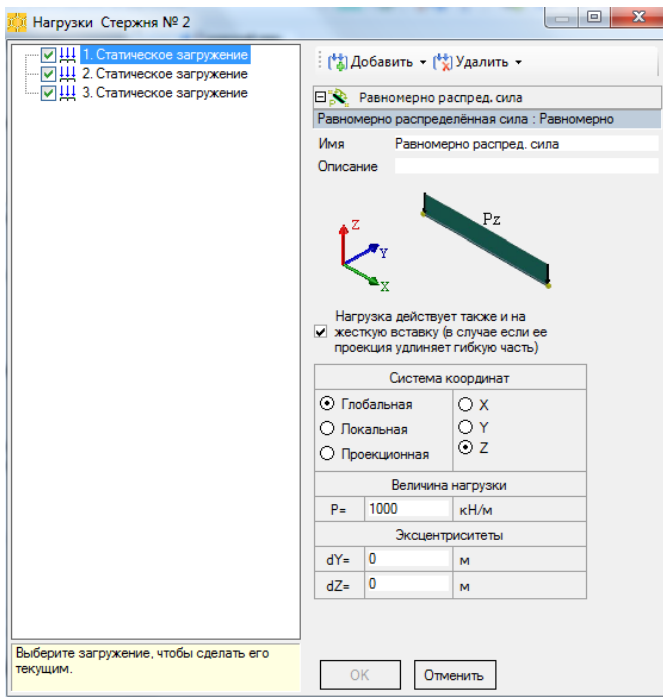

Рис. 16. Вкладка Нагрузки
- **Нагрузки** (нагрузки, которые заданы на элемент). Просмотр нагрузок для элементов осуществляется так же как и для узлов (рис. 16).